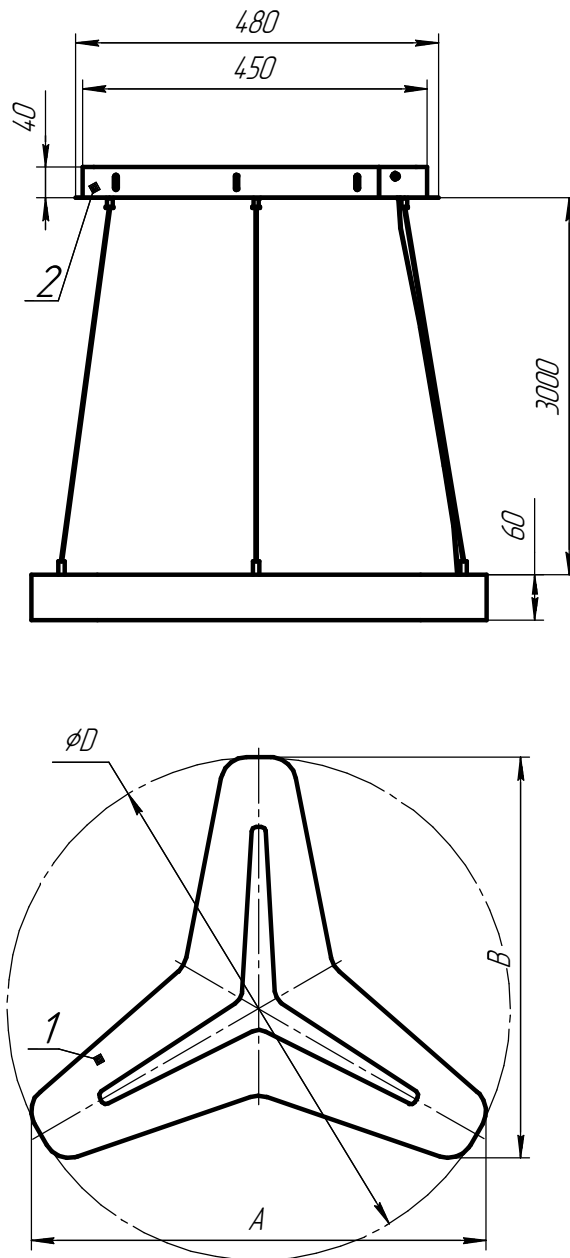

Рисунок 1 - Светильник серии ДСО33 Horizon Star
5.17 Снимите защитную пленку с корпуса поз.1 (рисунок 1)